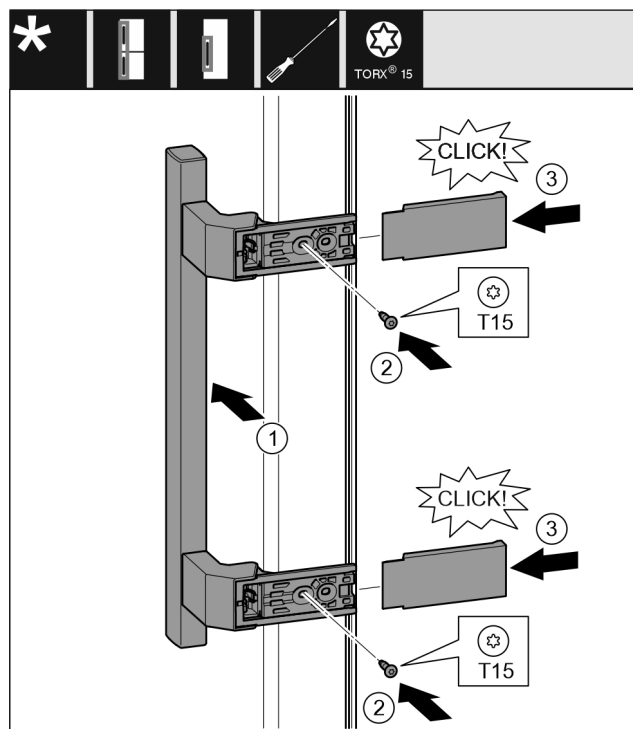

Fig. 22
- Poser la poignée sur le côté opposé. Fig. 22 (1)
- Serrer les vis avec un tournevis T15. Fig. 22 (2)
- Mettre en place les caches latéralement et les enclencher. Fig. 22 (3)